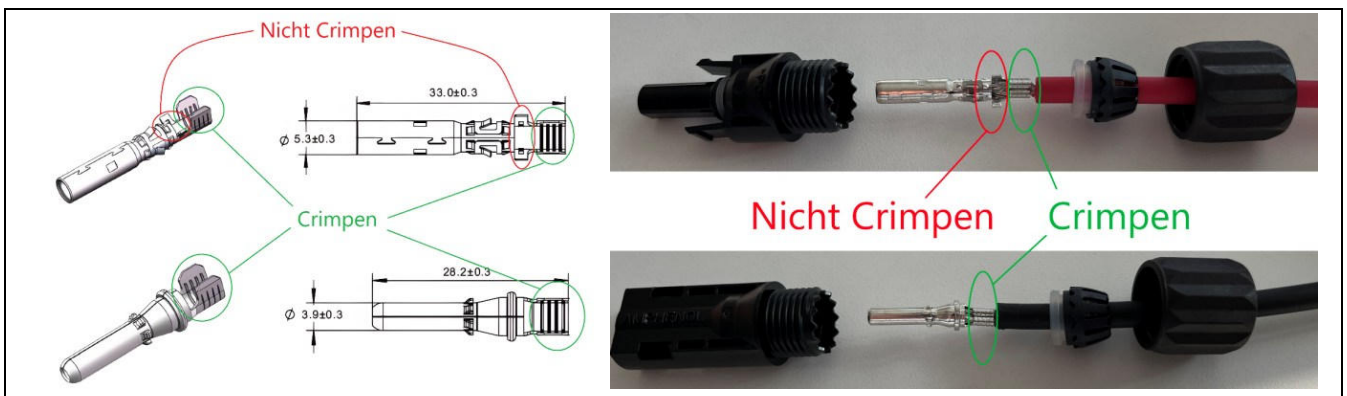

Abbildung 36: Crimp-Bereich PV-Stecker
- Crimpen Sie nur die in Abbildung 36 markierten Bereiche